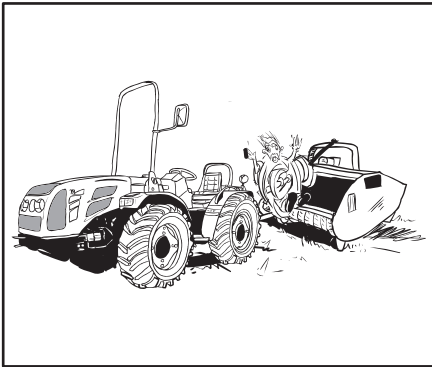

Abb. 2.18
- Sicherstellen, dass der Zapfwellenschutz (110) korrekt angebracht ist und dass die Wellenverkleidung (111) bei nicht verwendeter Zapfwelle angebracht ist..
- Vor dem Ankuppeln, Abkuppeln, Reinigen oder Einregulieren der von der Zapfwelle geschleppten Anbaugeräte ist der Motor abzustellen, der Zündschlüssel zu ziehen und sicherzustellen, dass die Zapfwelle gesperrt ist. (Abb.2.18).